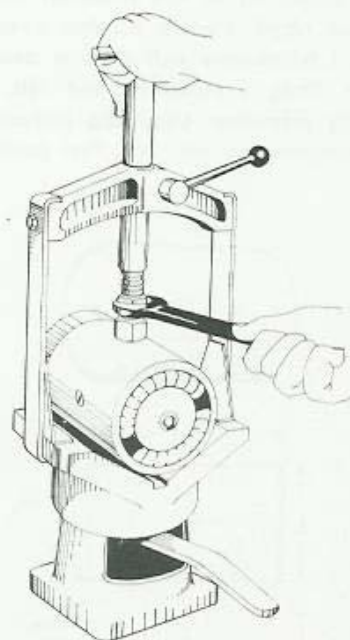

Bild 93. Uppspänningsbäck för demontering av fältlindningar
3. Lägg därefter in polhuset i den på bild 93 visade uppspanningsbocken (Bosch EFAW 9) eller motsvarande och lossa polskruvarna.